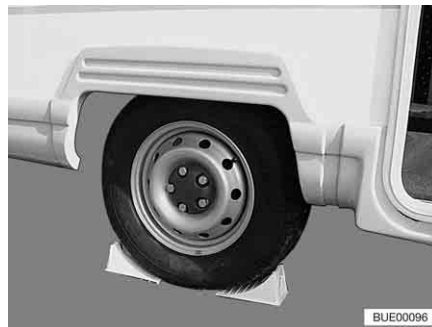

Fig. 210 Bloquer le véhicule
- Placer des cales de roues ou autres objets similaires contre la roue d'en face pour bloquer le véhicule (Fig. 210).